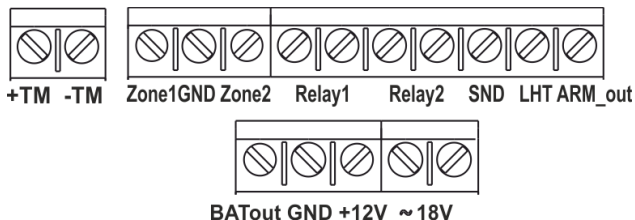

Рисунок 3
7) Электромонтаж к выходным клеммам прибора (рисунок 3) вести в соответствии с выбранной схемой подключения (Приложение А).